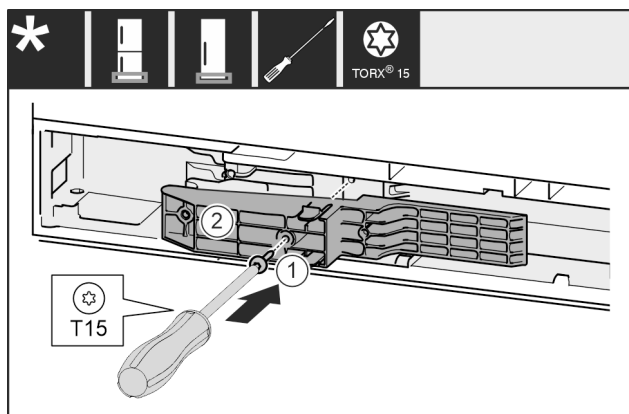

Fig. 65 *
- ▶ Umetnite adapterski element Fig. 65 (1) na stranu ručke u izrez.*
- ▶ Odvijačem pritegnite vijak Fig. 65 (2)*.